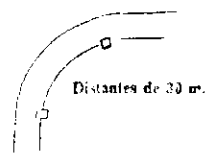

Fig. 1
armado (fig. 1) ao longo de toda pista e pelo seu meio e se comunicando por meio de condutos com as sarjetas estabelecidas ao longo das cordas, o segundo sistema, deficiente, só utilizável nos terrenos muito permeáveis, consistindo na captação das águas por meio de valas correndo ao longo da pista que deverá ter inclinação para os lados de modo a permitir o escoamento da água que não se infiltra, enquanto a infiltrada, em menor quantidade, é facilmente absorvida pelo terreno permeável. Por aí se vê a grande influência sobre o custo da construção. Resumamos num quadro a classificação de acôrdo com o terreno:
2.º — Nivelá-se e bate-se bem o fundo, dando uma inclinação para os drenos (a inclinação da fig. 1 supõe os drenos próximos á corda, isto é, valas de pedra ou cimento, com tanques de 2 metros de lado e 1m,50 de profundidade, colocados de 30 em 30 metros e cheios de pedra).